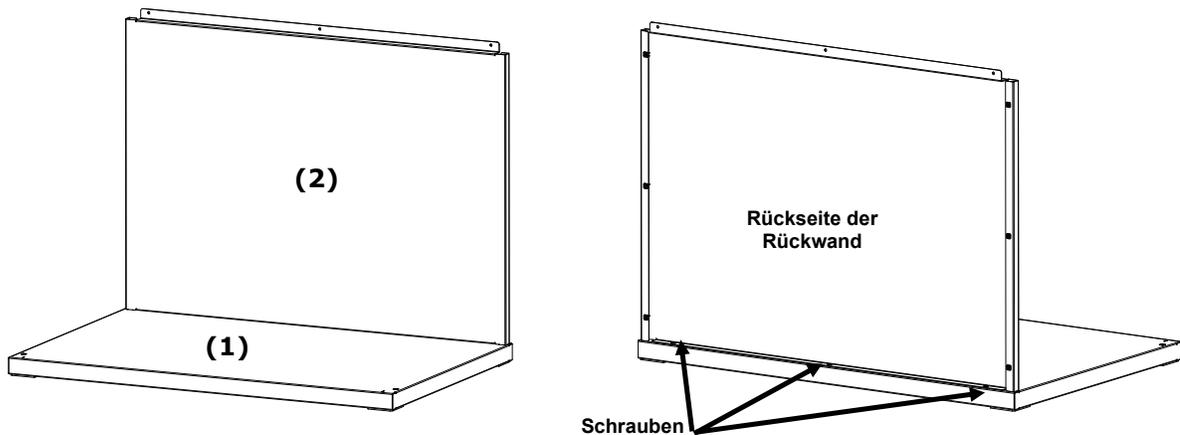

Abbildung 2. Befestigung der Rückwand auf der Bodenplatte
2. Bringen Sie die Rückwand (2) so an, dass die unteren Einkerbungen in die hinteren Befestigungsschlitze der Bodenplatte (1) einrasten. Befestigen Sie die Rückwand auf der Bodenplatte, indem Sie die beiden Flügelschrauben wie in Abbildung 2 dargestellt anziehen.